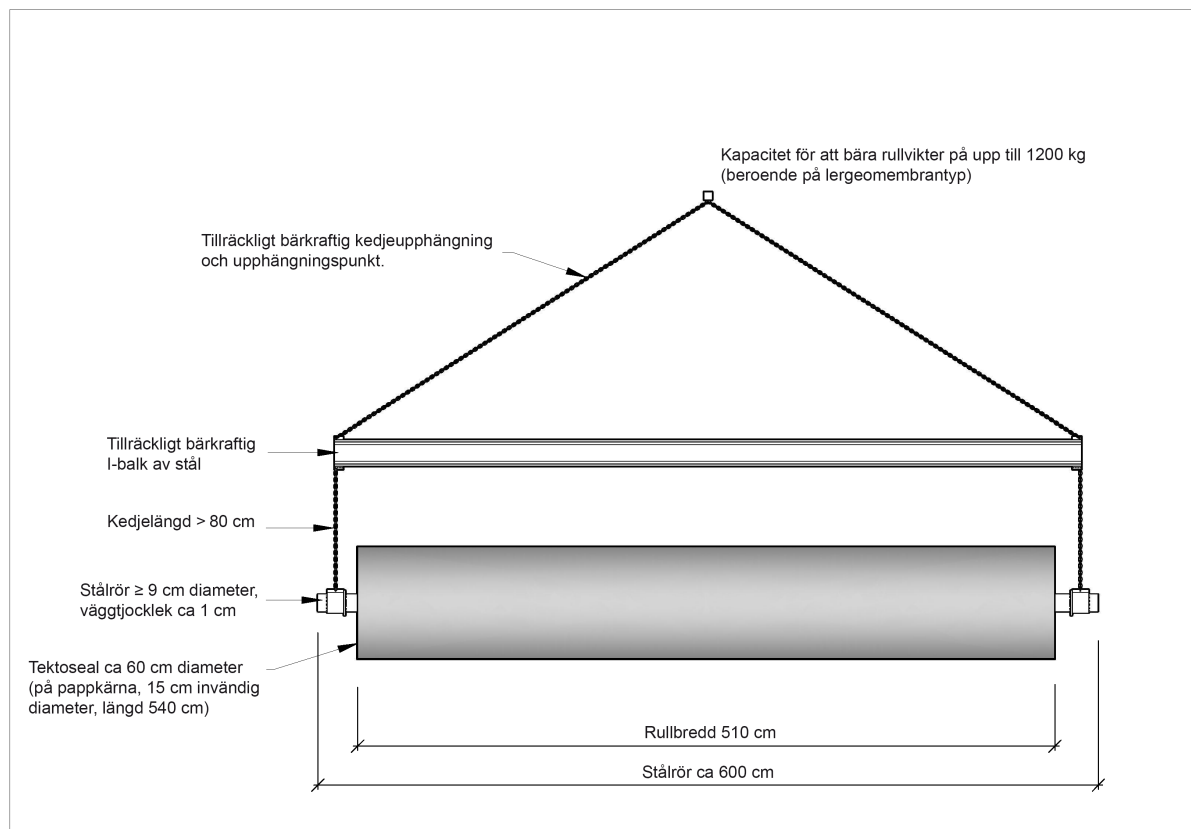

Fig. 1: Lyftbom
- Ett byggplatsfordon utrustat med en lyftbom eller bärkraftig stolpe som förs in i rullens mitt (Fig. 1)